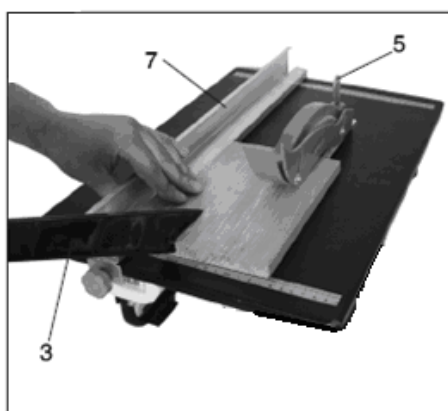
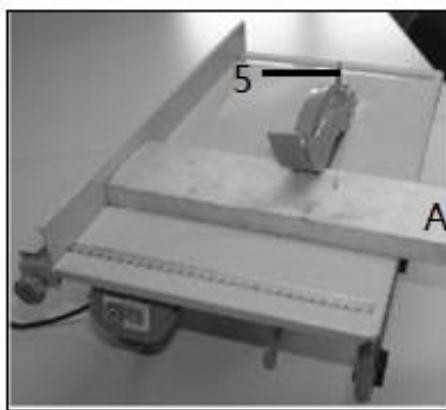

Fig. 8a
Fig. 8b
1. Reglați opritorul paralel (7) la lățimea piesei de prelucrat necesare.
2. Pentru lățimea mai mică a piesei de prelucrat ca în fig. 8a: Stați pe partea stângă a ferăstrăului circular de banc și avansați în piesa de prelucrat cu ambele mâini. Utilizați întotdeauna tija împingătoare (3) în zona pânzei (4). Pentru lățimea mai mare a piesei de prelucrat ca în fig. 8b: Stați pe partea dreaptă a ferăstrăului circular de banc, țineți piesa de prelucrat în poziția "A" cu ambele mâini și ghidată de opritorul paralel (7), apoi împingeți piesa de prelucrat prin pânza de ferăstrău.
3. Împingeți întotdeauna piesa de prelucrat spre capătul penei de despicare (5).